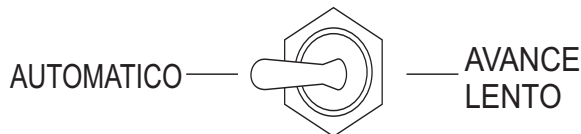

Figura 20. Interruptor del control del cilindro de tiempo (Automático)
2. Gire el **interruptor del control del tiempo del cilindro** (Figura 20) a la posición **AUTOMATICO**.